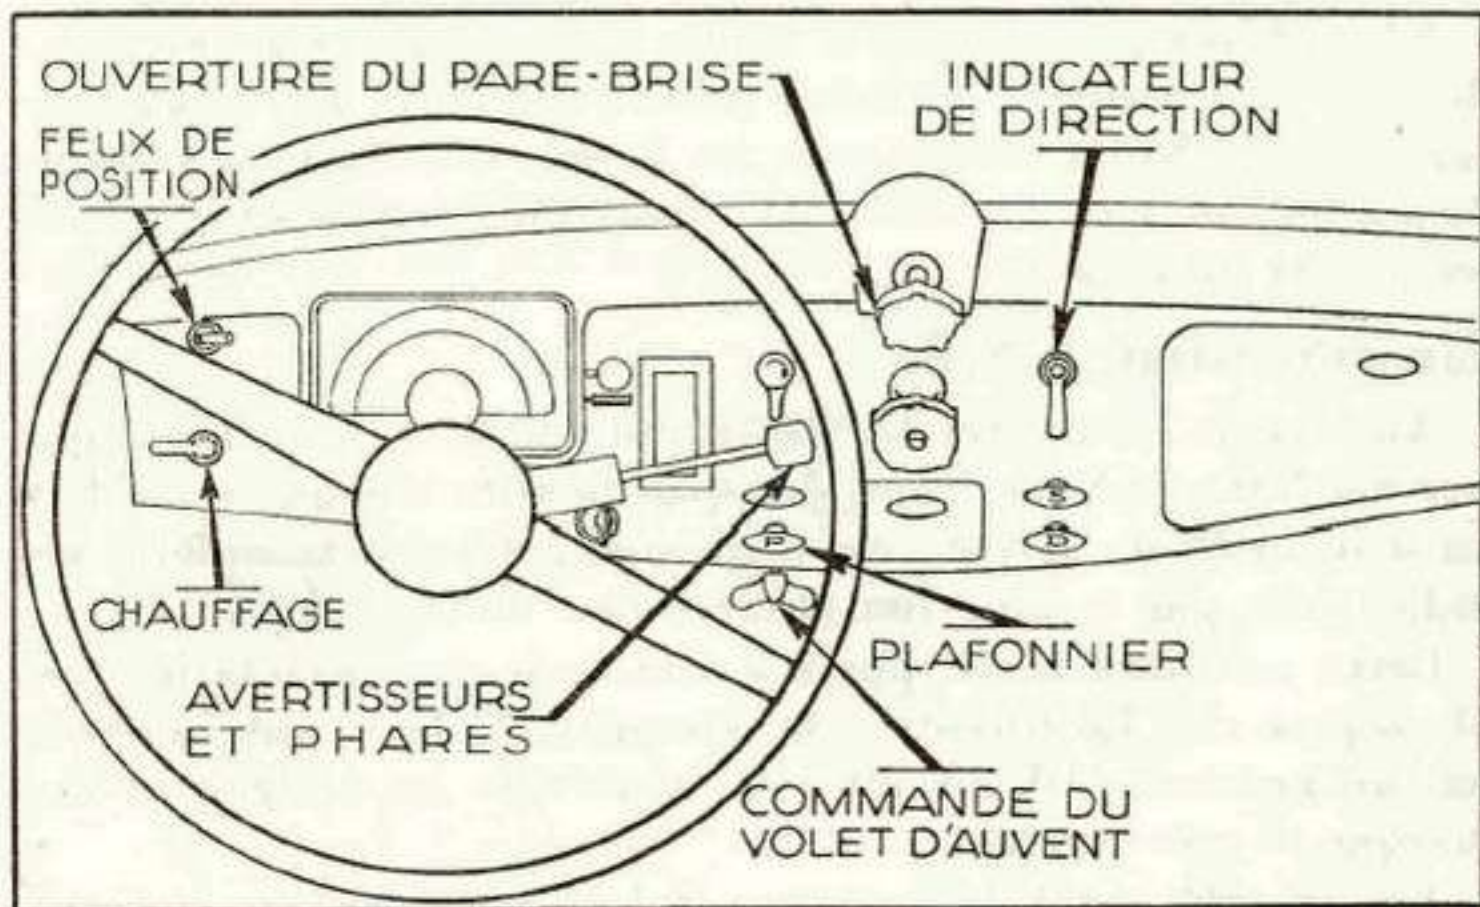

Fig. 11. — AÉRATION.
Suivant la température, vous pouvez ouvrir ou fermer l'admission d'air chaud dans la voiture en manœuvrant la manette de chauffage (fig. 11).
Pour allumer ou éteindre la lampe du plafonnier, tirez le bouton (fig. 11).
- Ouvrir le pare-brise en vissant le bouton de commande (fig. 11) ;